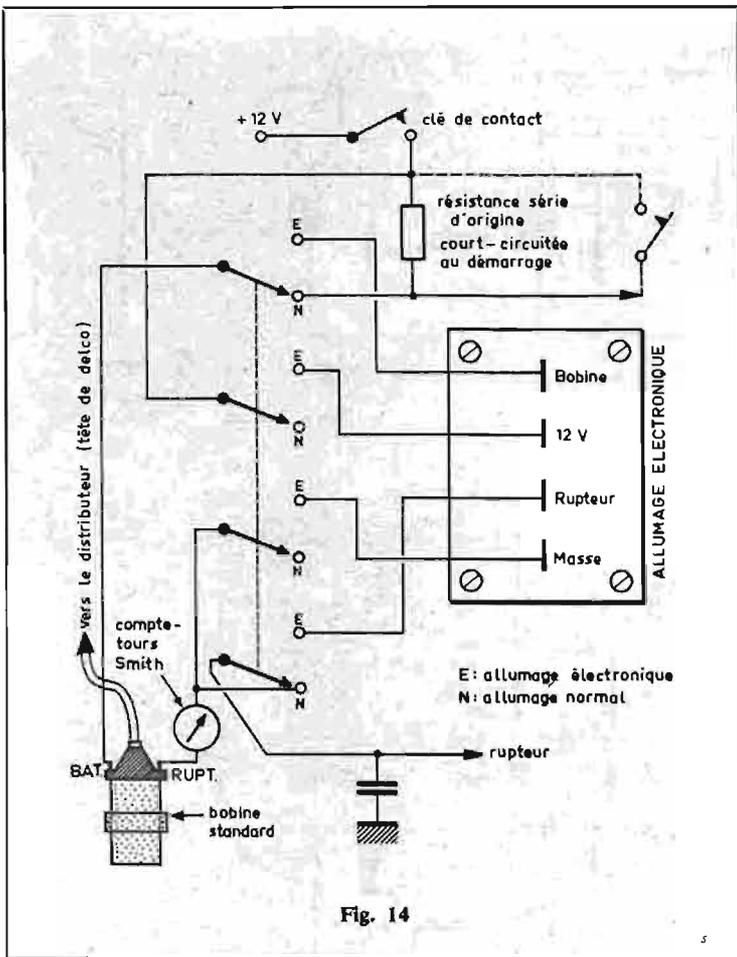

Fig. 14
**R. Patrick (Paris 13e)** nous envoie le schéma de la figure 14 montrant le branchement d'un compte-tours Smith et la commutation allumage électronique - allumage normal. Nous l'en remercions vivement. (La voiture est une Ford-Angleterre.)